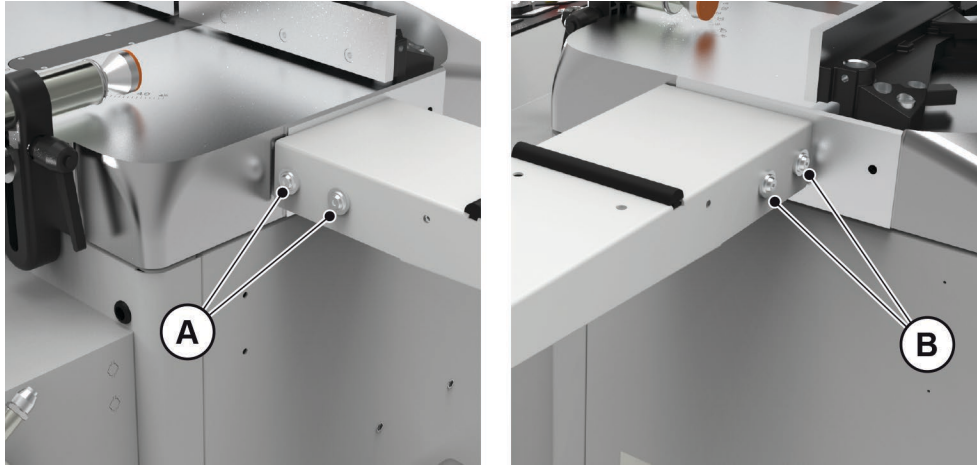

Fig. 05-05
- Rimuovere il supporto profilo agendo sulla 2 viti anteriori "A" (**Fig. 05-05**) e sulle 2 viti posteriori "B" (**Fig. 05-05**).